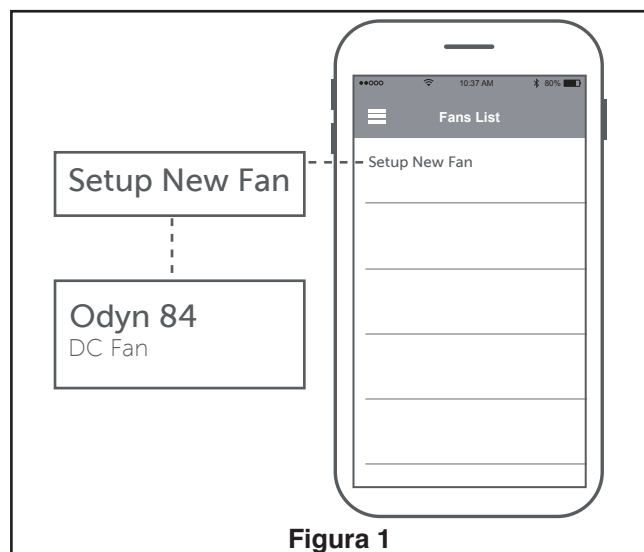

Figura 1
- ☐ 1. Abra la App fanSync y toque Configurar Nueva Fan para iniciar la configuración. (Figura 1)
- ☐ 1. Instalación de la placa de la pared: (Figura 1)